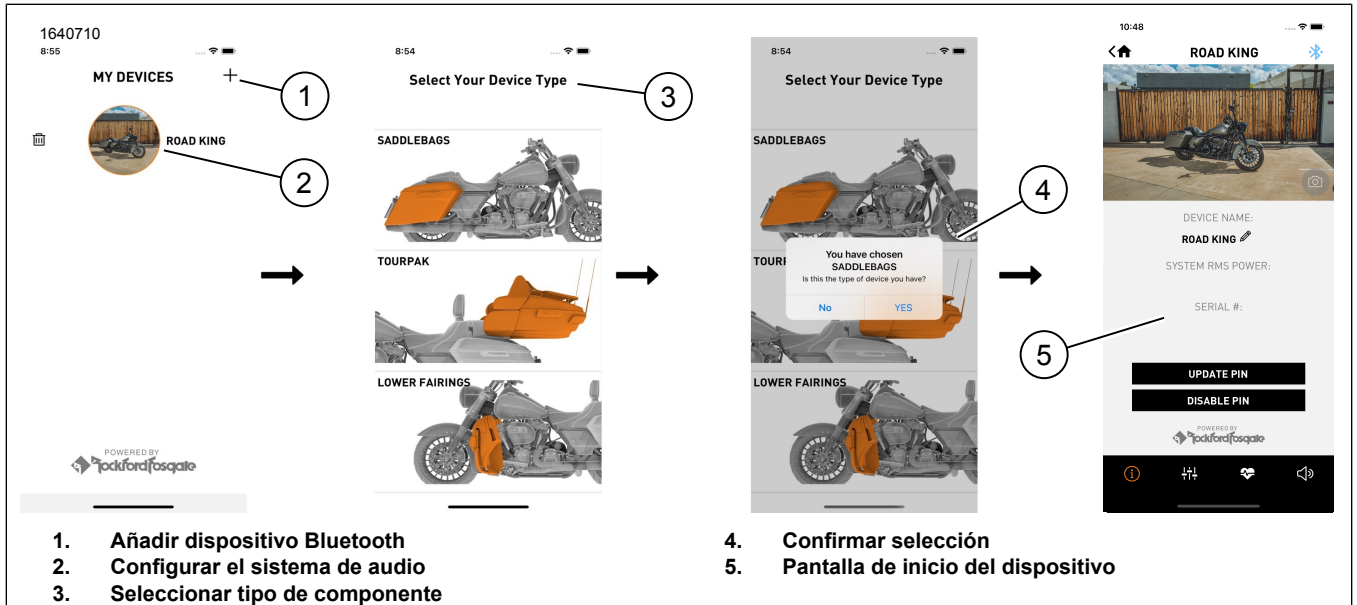
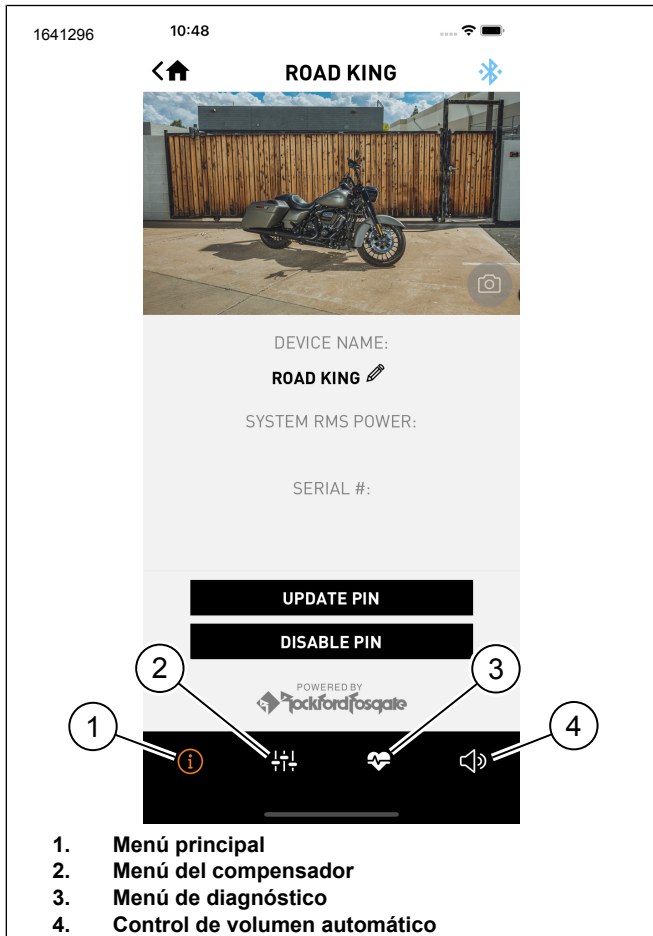

Figura 17. Proceso de configuración
Figura 18. Barra de menú
1. Figura 17 Acceder a su sistema de audio.
- a. Empareje el dispositivo (1) al sistema.
- b. Acceda a los menús de la aplicación (2) para configurar el sistema de sonido del vehículo.
2. Seleccione la configuración (3) en la que se han instalado los altavoces en el vehículo.
3. Confirme selección (4).
4. Una vez completada la configuración, se mostrará la pantalla de inicio del dispositivo (5).
5. Figura 18 Pulse los iconos de la barra de menú para:
- a. Menú principal (1)
- b. Menú del compensador (2)
- c. Menú de diagnóstico (3)
2. Breve descripción de la actualización (2).
- b. Pulse en versión anterior (3) si quiere esa versión.
3. Seleccione una actualización de versión (3) y siga con la actualización (4).
- a. Figura 18 Al pulsar el icono de Menú principal (1) se ofrecerá más información sobre la actualización.
4. La pantalla muestra el estado de la actualización (5) que se está aplicando al amplificador.